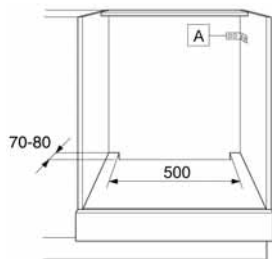

Fig. 6
- Pour assurer une ventilation correcte, veillez à laisser une ouverture à l'arrière du meuble (en respectant les dimensions indiquées sur la Fig. 6). **Une fois l'installation terminée, l'arrière du four ne doit plus être accessible.**
- Si le meuble n'est pas solidement fixé au mur, renforcez le à l'aide d'étriers du commerce (A) (Fig. 6).